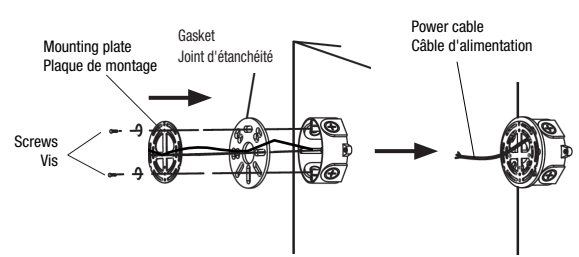

Fig. 3A
4. Pass the AC luminaire wires through the gasket and mounting plate central openings. Install the mounting plate and gasket onto junction box using the two screws (Fig. 3A).
4. Faites passer les fils d'alimentation c. a. du luminaire à travers les ouvertures centrales du joint d'étanchéité et de la plaque de montage. Installer la plaque de montage et le joint d'étanchéité sur la boîte de jonction en utilisant les deux vis (Fig. 3A).